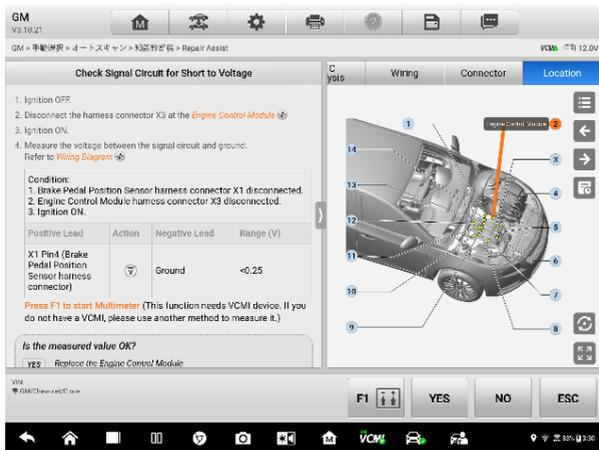

図 5-24 修理アシスト画面のサンプル 5
5. 場合によっては、回路を確認する必要があります。たとえば、図 5-24 を例にとると、最初のリンクアイコンをタップして位置図を開くと、車内のコンポーネントの吸気カムシャフト位置アクチュエータソレノイドバルブの位置が表示されます。